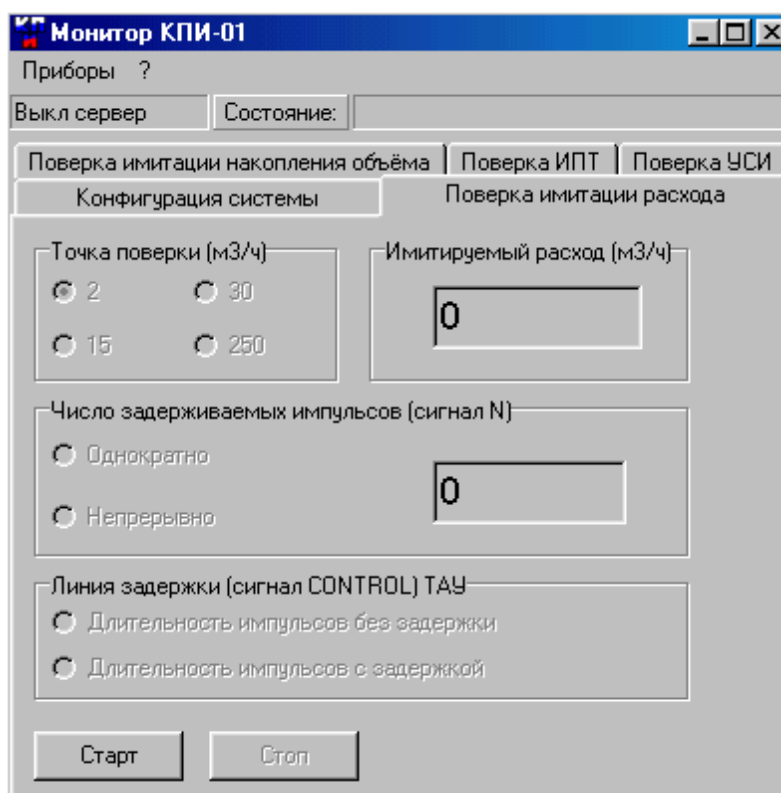

Рис. 52. Вид вкладки «Поверка имитации расхода».
4.7.4.1.2. Для определения относительной погрешности воспроизведения расхода активизируется вкладка **Поверка имитации расхода** (рис.52). Последовательно задается три значения расхода: 15 м3/ч, 30 м3/ч и 250 м3/ч (значение расхода выбирается с допуском ± 10 %).